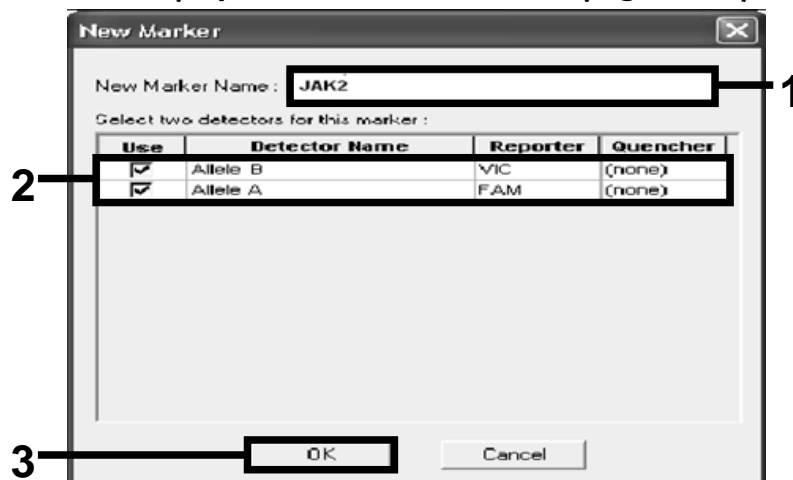

Figura 16. Creazione dei marker.
19. Nella finestra di dialogo “New Marker”, digitare *JAK2* nel campo “New Marker Name” (nuovo nome marker) (Figura 16). Selezionare i rilevatori “Allele A” e “Allele B” creati ai punti 16 e 17 (o già definiti), quindi cliccare su “OK” (Figura 16).